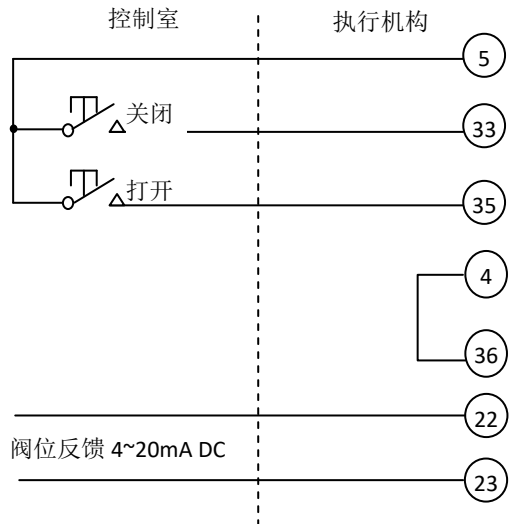
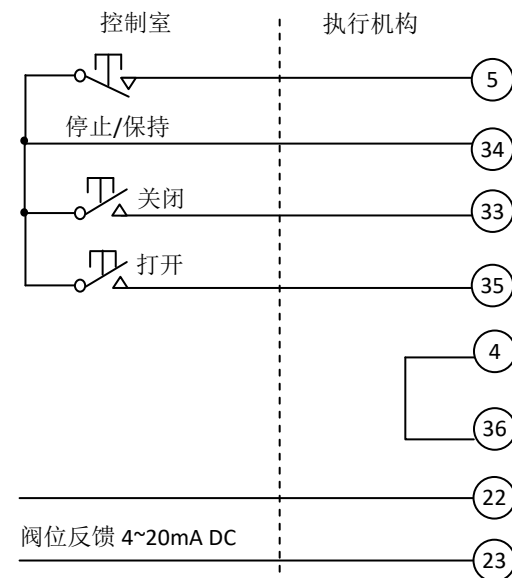

图 14-1 形式 1: 电动式打开/关闭控制, 执行机构可以停在中途任意位置
图 14-3 形式 3: 保持式打开、关闭、停止控制
远程控制电路可由执行机构内部的 24V 直流电源供电,也可以由外部的 24V~60V 交、直流电源供电,还可以由外部提供的 120V~220V 直流或交流电源供电,各种形式的接线见图 14-1~ 14-9 图。(图中序号为接线端子号)
14.2.1 图 14-1~图 14-3 为内部 24V 供电